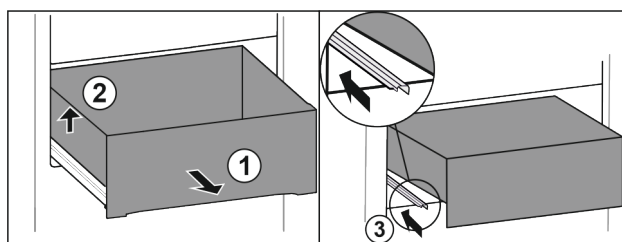

Fig. 14
- ▶ Extraiga el cajón completamente Fig. 14 (1).
- ▶ Levante el cajón de la izquierda Fig. 14 (2).
- ▶ Deslice el riel izquierdo Fig. 14 (3).